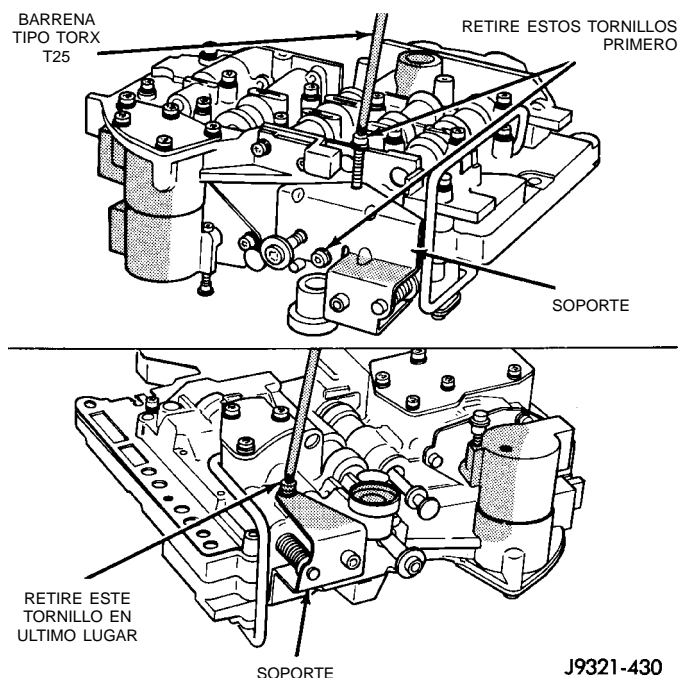

Fig. 59 Dispositivo de fijación del soporte del tornillo de ajuste
(20) Retire los tornillos que fijan el soporte del tornillo de ajuste de presión al cuerpo de válvulas y la placa de transferencia (Fig. 59). Sostenga el soporte firmemente contra la tensión de muelle mientras retira el último tornillo.